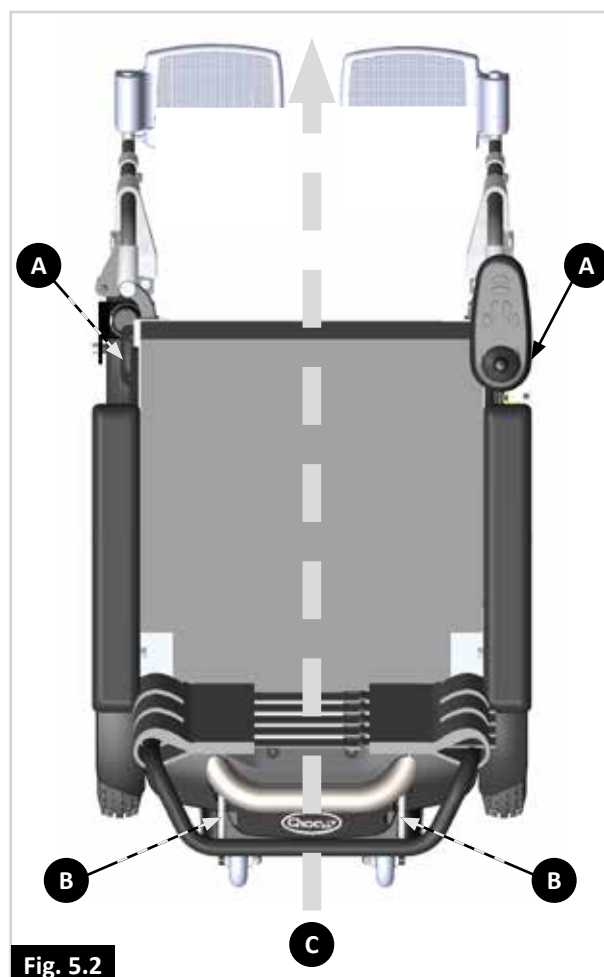

Fig. 5.2
- Presa com um sistema de retenção com correias de 4 pontos (2 à frente, 2 atrás, Fig. 5.2), conforme:
- A cadeira de rodas só pode ser presa com os pontos de fixação da estrutura da cadeira de rodas (Fig. 5.2 - 5.8).